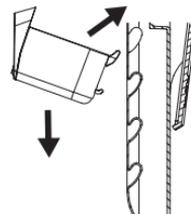

Fig.7
- Para volver a ubicarlos, primero inserte las pestañas superiores del anaquel en la ranura (A) y luego haga presión hacia abajo hasta que quede asegurado (B). Fig. 7.